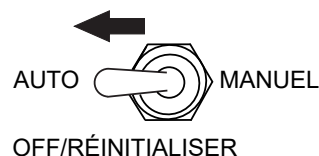

Figure 52. Interrupteur manuel d'arrêt/réinitialisation automatique (AUTO)
2. Placez l'**interrupteur manuel d'arrêt/réinitialisation automatique** (Figure 52) en position **AUTO**.